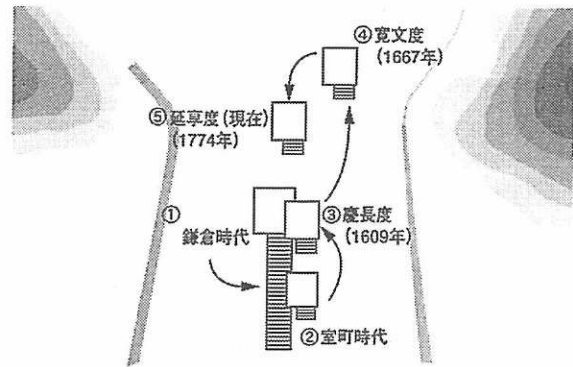

図18 本殿位置のうつりかわり
ところが、出雲大社というのは、僕は大らかで好きなんですけれども、今わかっているだけで現在の御本殿がこれですね、延享。今、ここの位置に建っています（【図18】⑤）。その前建っている、これもはっきりしてしまっていて寛文がここ（【図18】④）でした。その前に建っていたのが、今回の発掘で同時に出てきたのですが、慶長。江戸時代の初め、秀頼がつくった。この位置（【図18】③）から出てきました。その前、ちょっと時代はわからないのですが、室町時代ということで、今、拝殿が建っているあたりから出ています（【図18】②）。今回発掘された、3本組みの柱が出てきた鎌倉時代の
建物はここに建っています（【図18】①）。要するに、敷地内で、何か空き地を探して、あいているところに建ててしまうんですね。全く大らか。